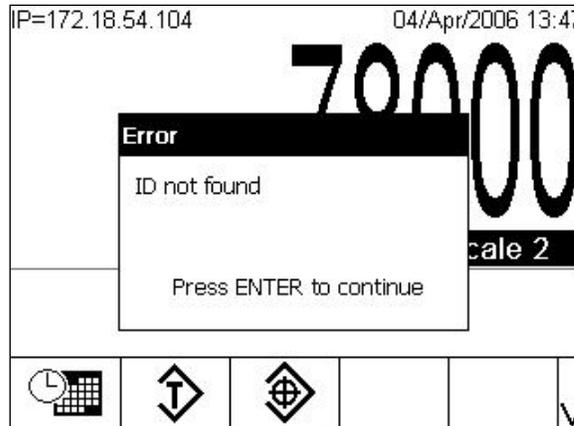

Figura C-14: Messaggio di errore " ID tara non trovato"
3. Se viene immesso un numero ID non valido, viene visualizzato il messaggio in Figura C-14.